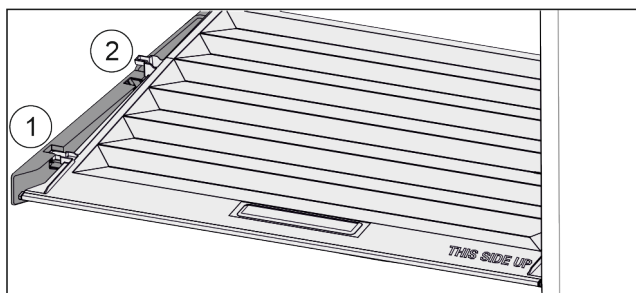

Fig. 56
- ▶ Vytáhněte víko dopředu až k otvoru v přídržných dílech Fig. 56 (1).
- ▶ Vzadu zespuďte nadzvedněte a vyjměte směrem nahoru Fig. 56 (2).